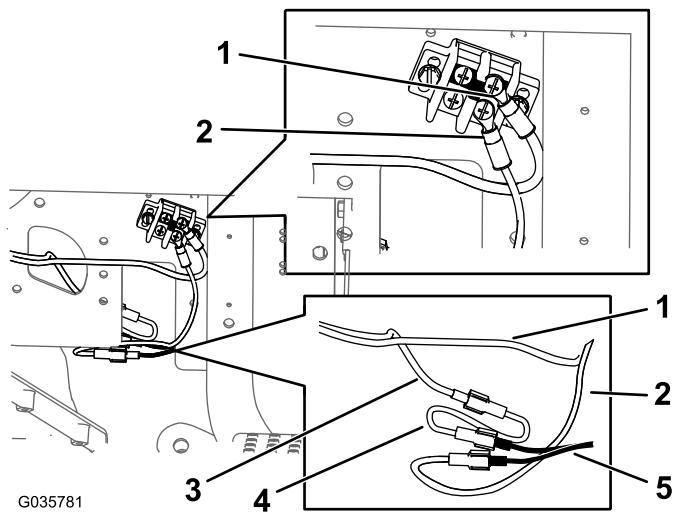

图14
- 将线束环形端子和接地适配器线束连接到地线盒（图14）。
- 将电源适配器线束连接至套件线束（图14）。